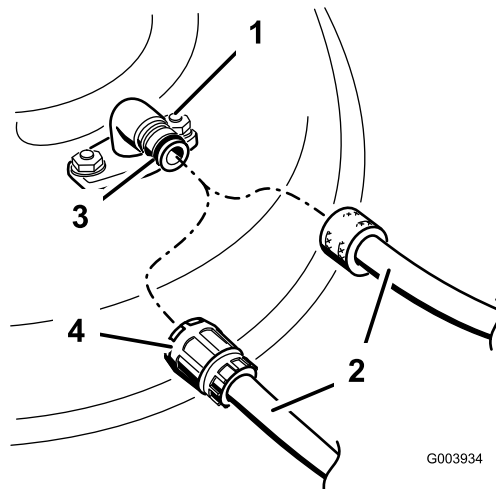

Figura 69
3. Montate il manicotto del tubo flessibile sul raccordo di lavaggio del tosaerba, quindi aprite il rubinetto per erogare un getto forte (Figura 69).